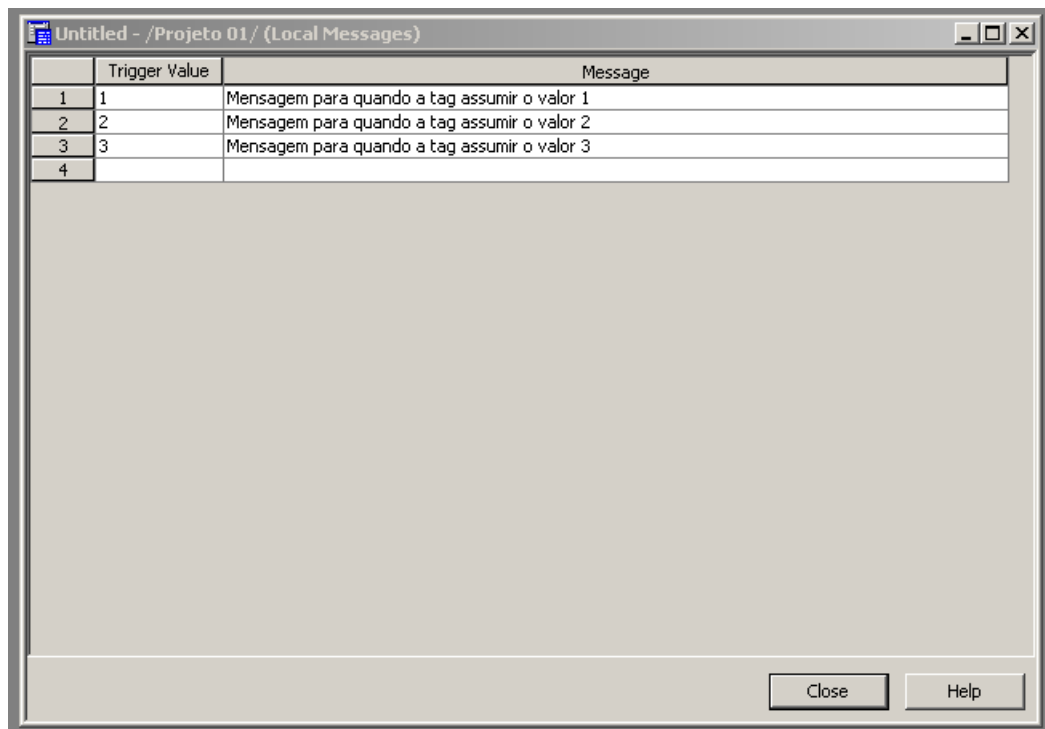

Figura 10: Configurando Mensagens
**Local Message Display** - Este objeto mostra uma mensagem de acordo com o valor assumido por uma Tag. Na aba **Connections** adicione a tag. Na aba **General** escolha o arquivo de mensagem. Para adicionar um arquivo de mensagem, vá no explorer da sua aplicação, em **Graphics > Local Messages**, clique com o botão direito, depois New. Agora configure a mensagem referente a cada valor da tag como podemos ver na figura 10